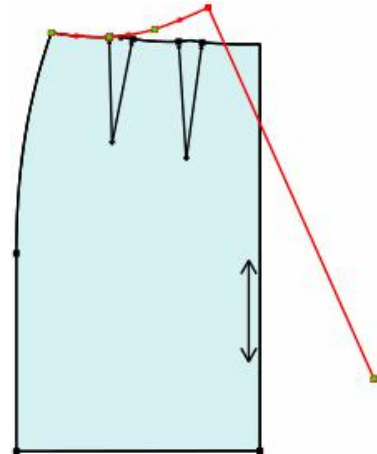

图 3
2. 单击中心线，如图 3，就用该工具调整省合并后的腰线，满意后击右键。